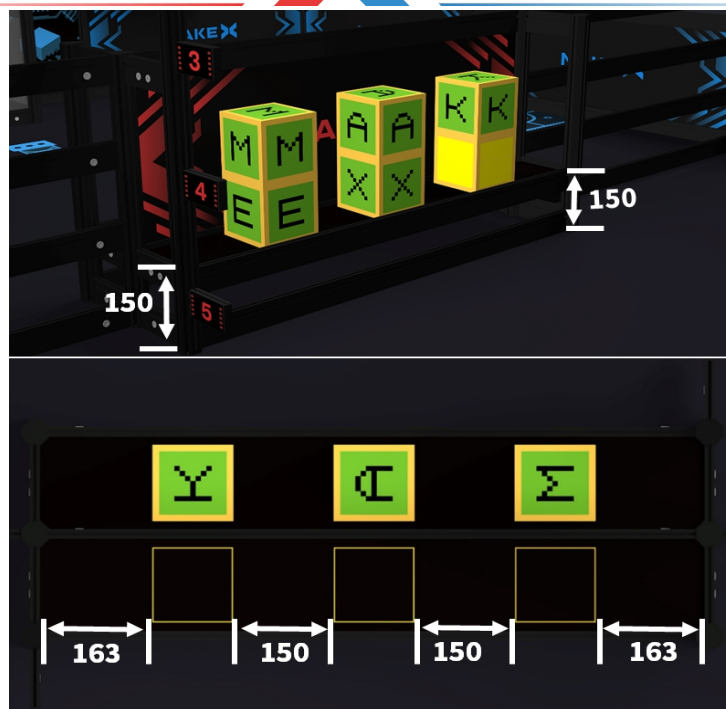

图 3.8 生产台示意图
- (5) 生产台：每方阵地中各有 1 个，为比赛开始前字母方块和空白方块的初始摆放区域（每场比赛前由裁判随机抽签确认排布顺序）。平台外围扁铝距地面垂直高度为 150 mm, 方块摆放位置如图 3.8 标注所示。